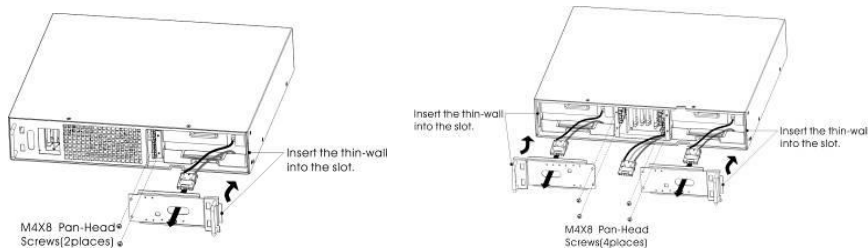

Abb. 26: Installation der Blechabdeckungen des Batteriefachs.
3. Trennen Sie die Verbindungskabel zwischen USV und Batteriepack. Anschließend lösen Sie die Schrauben der Blechabdeckung wie in Abb. 26 dargestellt. Dann entfernen Sie die rechte bzw. linke Abdeckung.